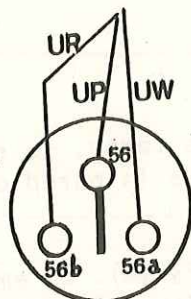

Fig. P3-12 Esquema conexiones del mando de luz de cruce
- 2.1. Se realizará en orden inverso, efectuando las conexiones según se indica en el esquema (Fig. P3-12).